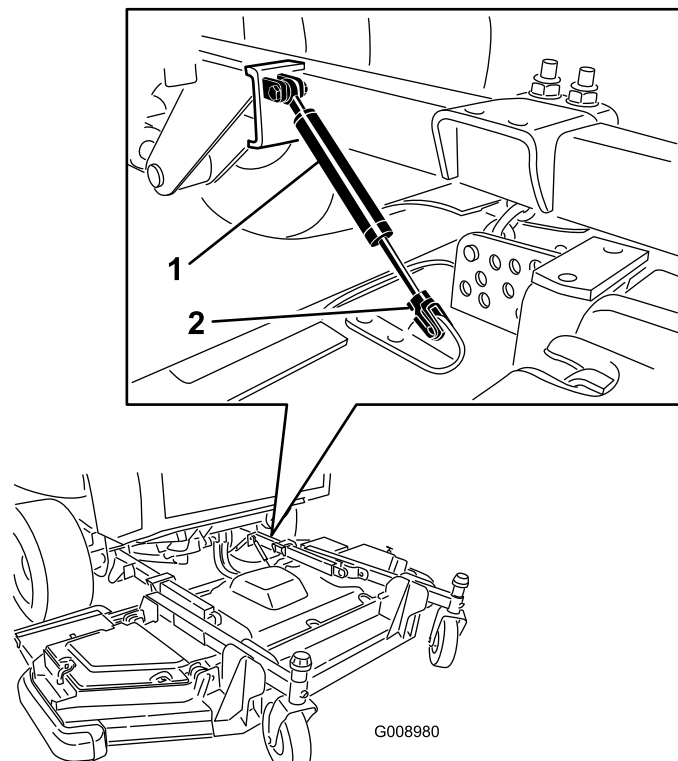

Figura 136
3. Retire el clip de retención y desconecte el amortiguador de la carcasa del cortacésped (Figura 136).